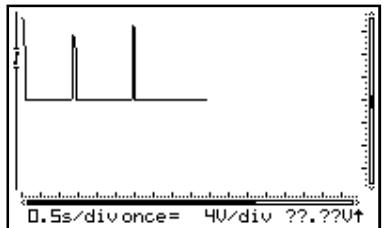

Fig 45
Afterwards, the scope switches to ‘HOLD’-mode. Use this mode to detect e.g. a short, once-only voltage peak. (Fig 45). Press “memory” repeatedly for a new triggering.
Hierna komt de scoop in "HOLD". Gebruik deze stand om bijvoorbeeld een korte, éénmalige spanningsspiek te detecteren. (**Fig 45**). Druk herhaaldelijk op "memory" voor een nieuwe triggering.
**“once”** = L'acquisition commence dès le déclenchement. Une fois l'échantillonnage terminé, l'oscilloscope se met en mode "HOLD". Utilisez cette position pour détecter par exemple une crête de tension brève, unique. (**Fig. 45**). Enfoncez "memory" à plusieurs reprises pour un nouveau déclenchement.